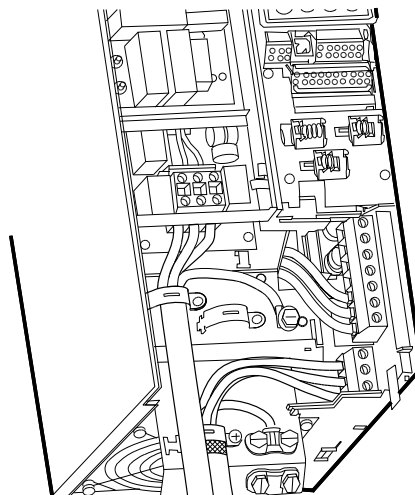

Рис. 16 Подключение питания и двигателя, корпус В3
1. 17Подключите заземляющий провод к клемме 95 (PE). См. рис. 16.
1. Подключите заземляющий провод к клемме 99 (PE). См. рис. 16 и 17.
2. Подключите провода двигателя к клеммам 96 (U), 97 (V), 98 (W).